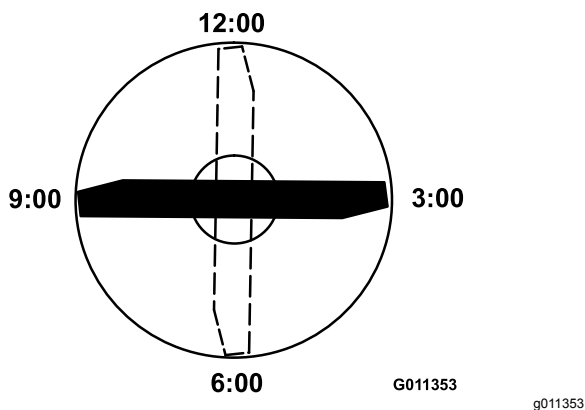

Рисунок 71
3. Установите режущую кромку отмеченного конца ножа в положение «12 часов» (строго прямо по направлению скашивания) и измерьте высоту от стола до режущей кромки ножа (Рисунок 71).
4. Поверните отмеченный конец ножа в положения «3 часа» и «9 часов» и измерьте значения высоты (Рисунок 71).